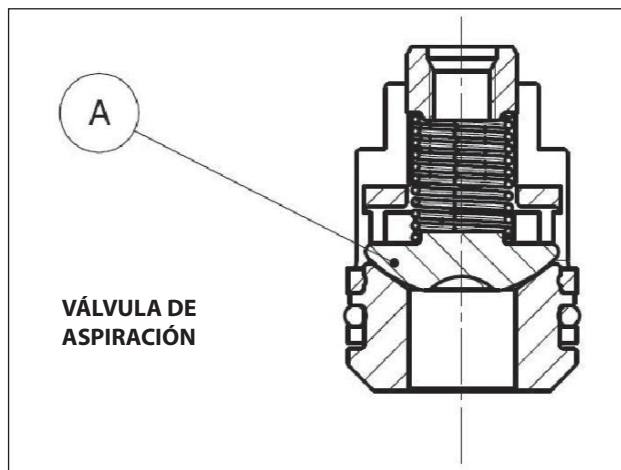
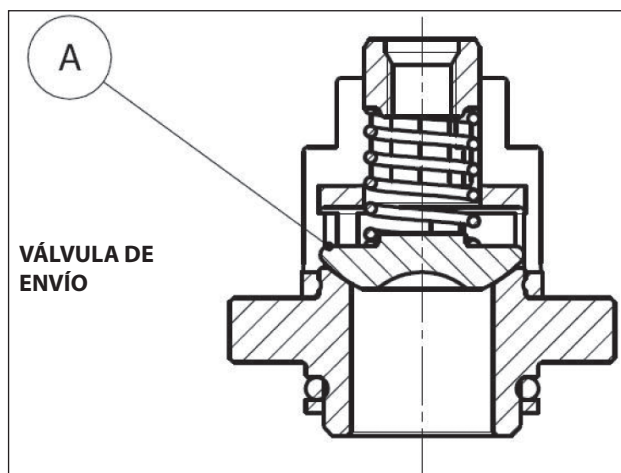

Fig. 26
Fig. 27
2. En las versiones HF18 – WK355 poner atención para no invertir las válvulas esféricas de aspiración con la de envío “A” (Fig. 26, Fig. 27), pos. dib. desglosado 46, como se indica en el capítulo 16 del **Manual de uso y mantenimiento**.